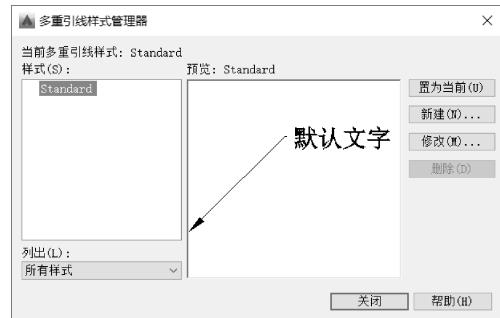

图 9-67 “多重引线样式管理器”对话框
- 1) 选择“注释”面板→“多重引线样式”下拉列表框→“管理多重引线样式”命令后，打开“多重引线样式管理器”对话框，如图 9-67 所示。